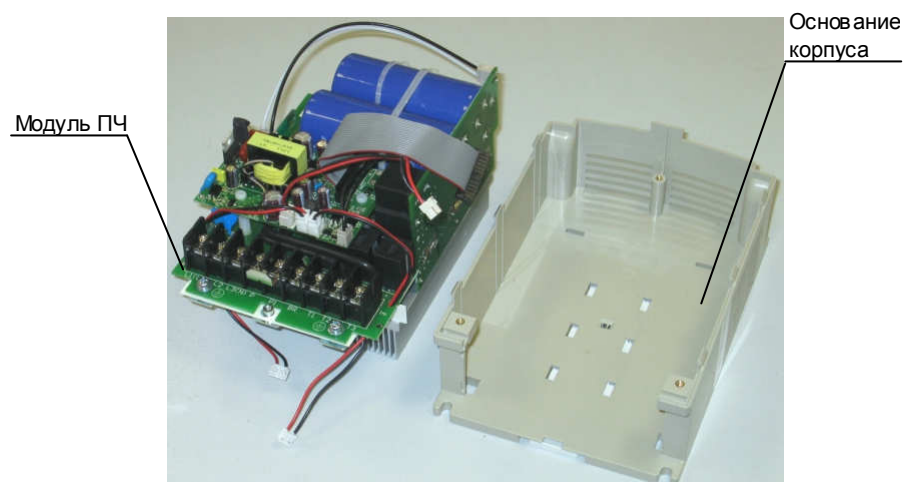

Рис.6.11
6.6.3. Извлечь из основания корпуса модуль ПЧ (рис.6.11).